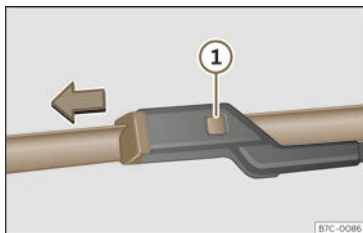

Abb. 223 Scheibenwischerblätter vorne auswechseln.
- Die Entriegelungstaste >>> (Abb. 223) ① gedrückt halten und gleichzeitig das Scheibenwischerblatt vorsichtig in Pfeilrichtung abziehen.